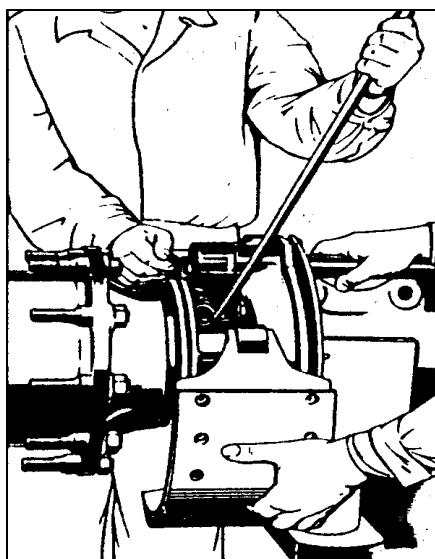

Рис. 4. Захват пружин тормозных колодок
4. В поворотном кулаке с помощью дорна T17-1453 запрессовать игольчатый подшипник RNA 4006 V (102) с иглами, которые смазаны консистентной смазкой, с противоположной стороны вложить дистанционное кольцо (99) и запрессовать второй игольчатый подшипник. Запрессовать резиновую манжету 40×58×8 (103). На смазанный маслом разжимной кулак (100, 101) надеть шайбу (104), вставить его в отверстие поворотного кулака и постепенно надеть «О»-кольцо 39,1×5,8 (95) и крышку (96), опорное кольцо (88) и стопорное кольцо (89). Втулки тормозных колодок смазать смазкой. Надеть тормозные колодки на оси, фиксировать их соединительными планками (71) и стопорными кольцами (70). С помощью рычага T17-414 надеть пружины колодок (рис. 4).